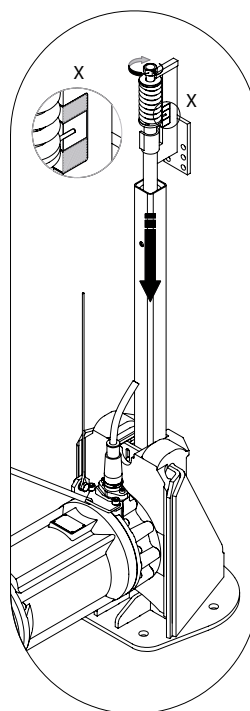

Fig. 10 Blocco del sistema di accoppiamento
- Abbassare l'acceleratore di flusso e farlo accoppiare. Girare **in senso orario** la vite sul supporto del tubo (il tubo di guida si abbassa) fino a quando il cuneo sull'estremità inferiore del tubo di guida è bloccato con il supporto dell'apparecchio. Serrare la vite fino a quando il perno dell'indicatore della tensione della molla si trova nell'area verde (vedi fig. 10).